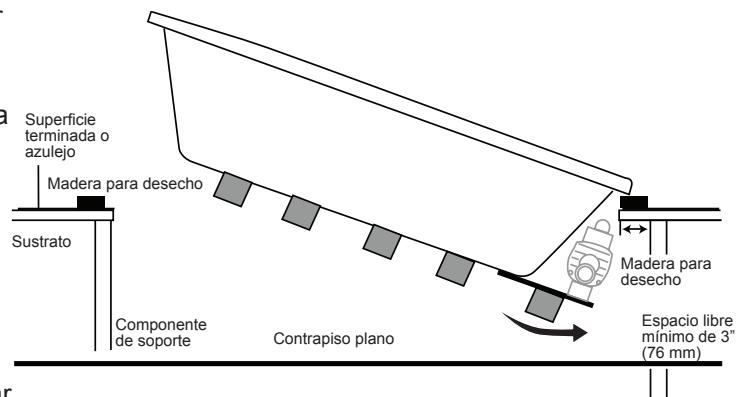

Figura 8: Instalación empotrada
**7** Coloque pedazos de madera para desecho en cada uno de los extremos del recorte; esto se utilizará como un soporte temporal antes de bajar la bañera completamente en la abertura (Figura 8).